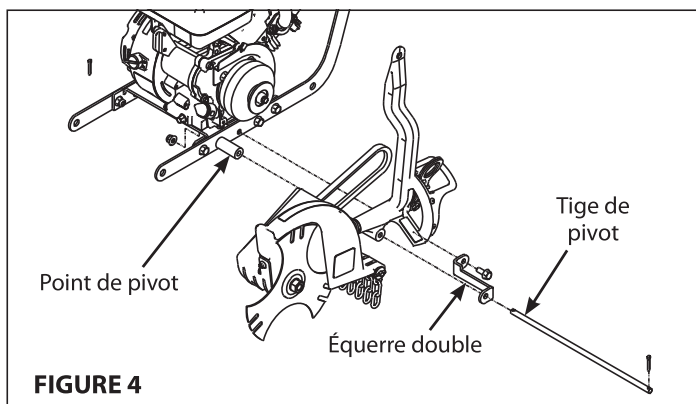
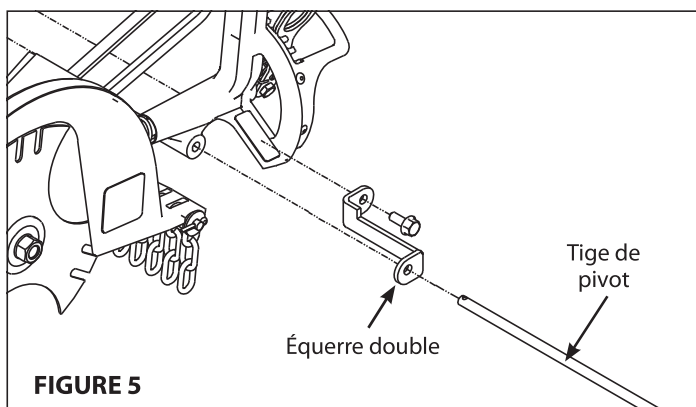

FIGURE 4
FIGURE 5
3. Retirer le carter d'embrayage. Raccorder la courroie du moteur à la poulie d'embrayage, puis placer la tête de coupe sur le point de pivot du support de moteur. La courroie doit être montée sur le moteur et la tête de coupe. **VOIR FIGURE 3.** Placer l'équerre double sur la tête de coupe. Enfiler la tige de pivot à travers l'équerre double, la tête de coupe et le support de moteur. Attacher la tige de pivot au support de moteur avec 2 goupilles fendues de 2 mm, de part et d'autre de la tige. Attacher l'équerre double au support de moteur avec 1 vis M8 x 20 et 1 écrou M8. **VOIR FIGURE 4 ET FIGURE 5. NOTER L'ORIENTATION DE L'ÉQUERRE DOUBLE À LA FIGURE 5.**